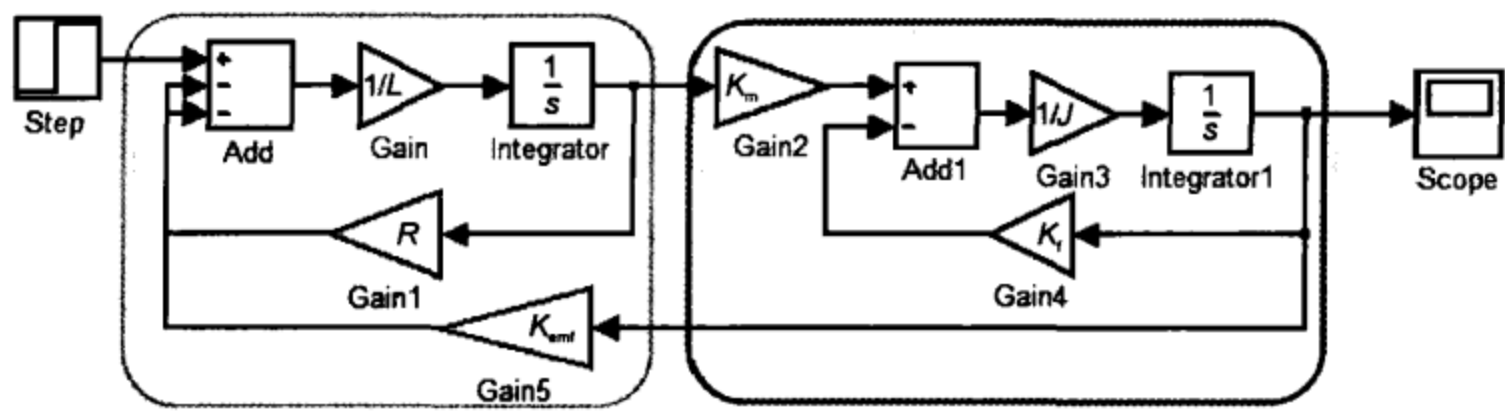

图 2.2.10 Simulink 电动机模型
(6) 按照式(2-10)表达的逻辑,在第一个积分器之前算子为 S^2 ,其系数为 JL ;第一个和第二个积分器之间算子为 S ,其系数为 $(K_f L + JR)$;第二个积分器之后算子为 1 ,其系数为 $(K_f R + K_{emf} K_m)$ 。由此可以连接其中的各个模块,得到图 2.2.10 所示的模型。
(2) 转矩信号输出如图 2.2.10 所示,左边框图模块组的输出既是转矩信号。
(3) 角度信号输出由电动机数学模型公式: